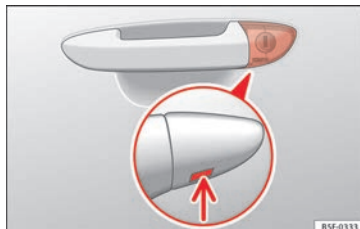

Fig. 194 Manípulo da porta do condutor: canhão da fechadura oculto.
- Introduzir o palhetão na abertura da tampa do manípulo da porta do condutor desde baixo » » » Fig. 194 (seta) e levante a tampa de baixo para cima.